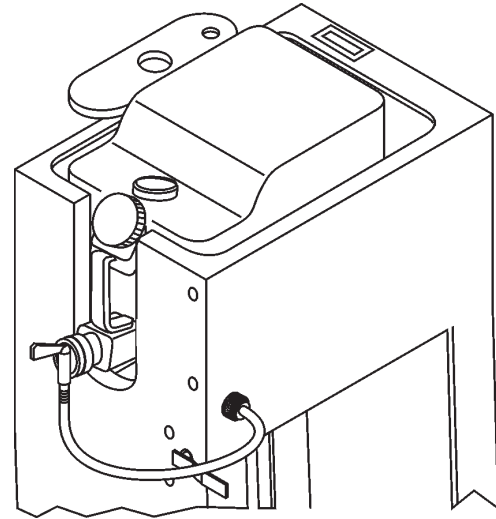

Figura 18. Conexión de la manguera de agua del tanque a bordo
La cortadora de losa SP2 está equipada con un tanque portátil de agua con una capacidad de 18.90 l., colocado sobre la consola, el cual puede ser conectado a la manguera de metal por atrás de la consola del operador (Figura 18).
2. Para cortes en mojado, asegurese que el tanque de agua esté lleno a su capacidad (18.90 litros). Conecte la manguera del tanque de agua al montaje del sistema de agua por atrás de la consola (Figura 18) y pruebe el flujo adecuado de agua para el disco antes de su operación.
2. Para cortes en mojado, asegurese que el tanque de agua este lleno a su capacidad (18.90 litros). Conecte la manguera de agua, al montaje del sistema de agua por atrás de la consola (Figura 18) y pruebe para el adecuado flujo de agua para el disco antes de su operación.